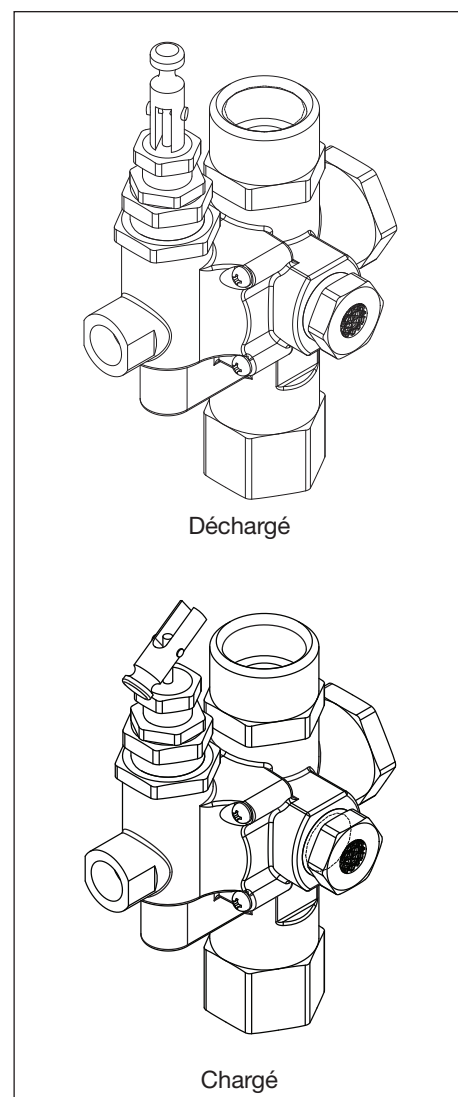

Figure 7 - Robinet de Réglage
1. Réglez la vanne de régulation sur la position de décharger (voir Figure 7).
1. Réglez la vanne de régulation sur la position de décharger (voir Figure 7)
7. Déplacez le levier de vanne de contrôle sur la position de charge (voir Figure 7). Le compresseur est maintenant prêt à être utilisé.